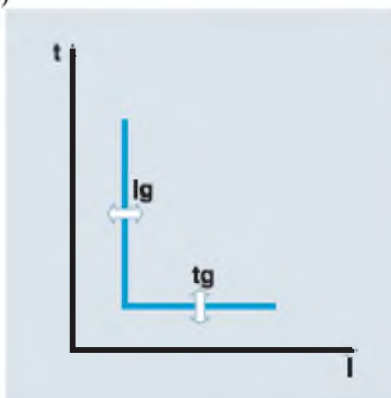

Рисунок 19 - Времятоковые характеристики расцепителя типа N:
2.1.1.1 Защита с длительной задержкой срабатывания (рисунок 19а).
2.1.1.2 Защита с короткой задержкой срабатывания (рисунок 19а).
2.1.1.3 Мгновенная защита (рисунок 19а).
2.1.1.4 Защита от замыкания на землю (рисунок 19б).